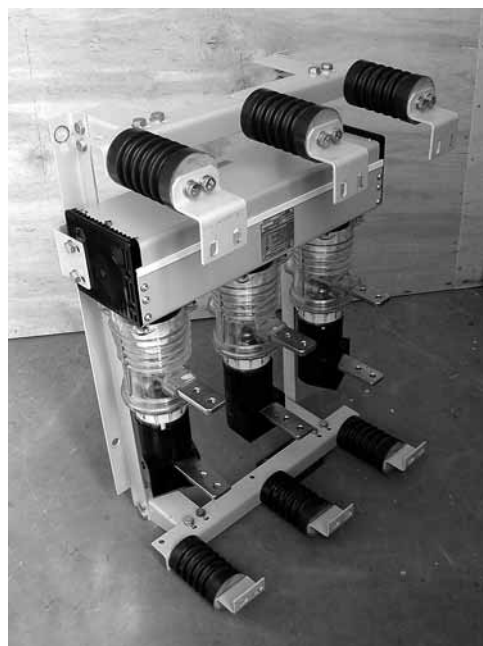

Рисунок 16
- Узлы крепления ошиновки установить на раму (рис. 16).